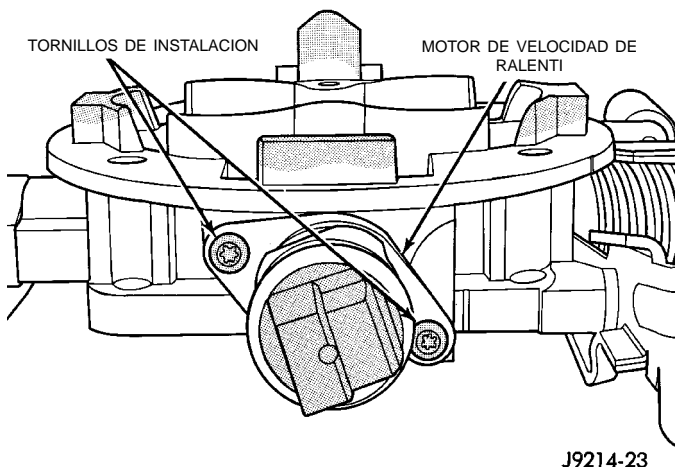

Fig. 71 Pernos de instalación (Tornillos)—Motor de IAC —Motor de 5.2L/5.9L—Característico
- (1) Retire el conducto de aire situado en el cuerpo de mariposa.
- (2) Desconecte del motor de IAC, el conector eléctrico.
- (3) Retire los dos pernos (tornillos) de instalación (Fig. 71).